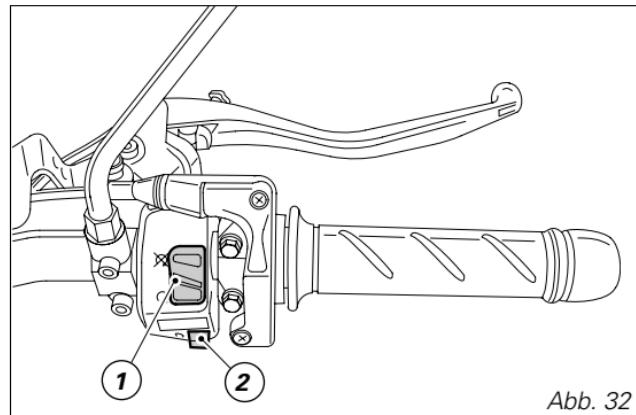

Abb. 32
- 2) Sicherstellen, dass sich der Stoppschalter (1, Abb. 32) auf **Ω (RUN)** befindet, dann den Startknopf (2) drücken.